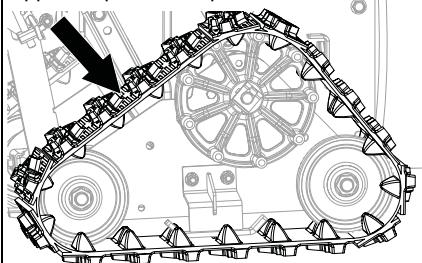

Figura 36
1. Verificare la tensione esercitando pressione sul cingolo tra i rulli superiore e posteriore. La flessione deve essere di circa 9.5 mm (3/8"). Vedere Figura 36.